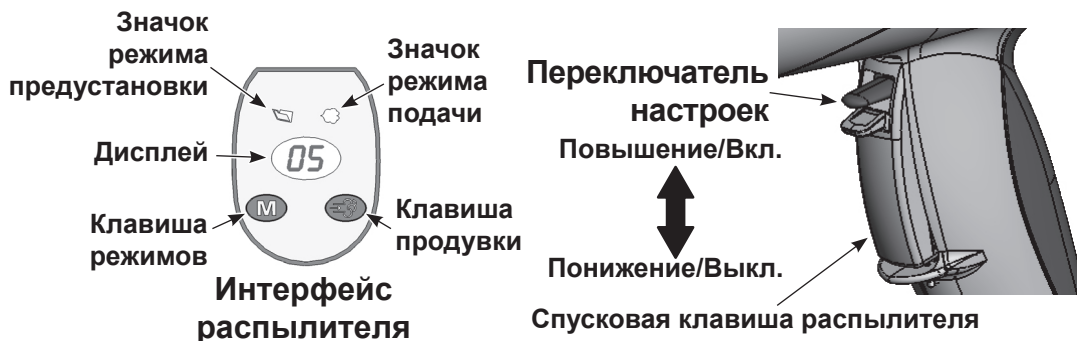

Рис. 4 Органы управления распылителем
1. См. Рис. 4. Отпустить спусковую клавишу распылителя. Предустановки не могут переключаться, пока активизирован распылитель.
1. См. Рис. 4. Нажать и удерживать клавишу **Режим**, пока не высветится значок **Режим подачи**.
1. См. Рис. 4. Направить распылитель в камеру и отпустить спусковую клавишу распылителя.